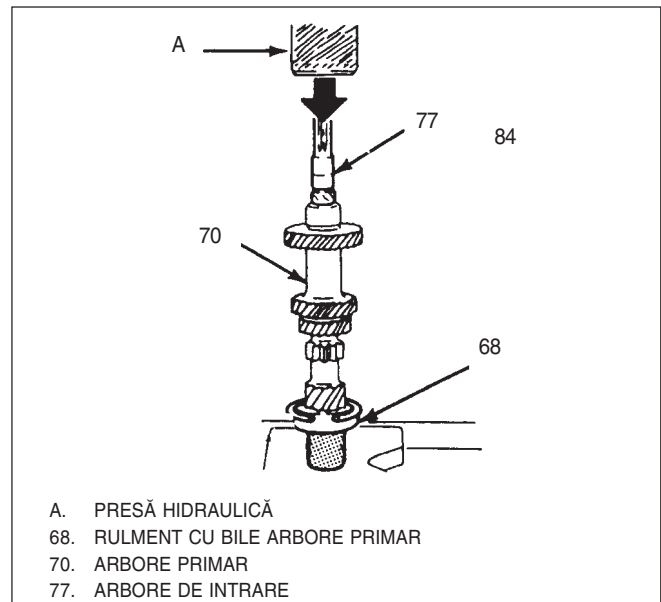

Fig. 40 Montare arbore de intrare în arborele primar
- 1) Siguranță inelară(69), rulment(68) pe arborele primar(70).
- 2) Arbore de intrare(77) cu canelura mai scurtă în arborele primar(70), Fig 40.